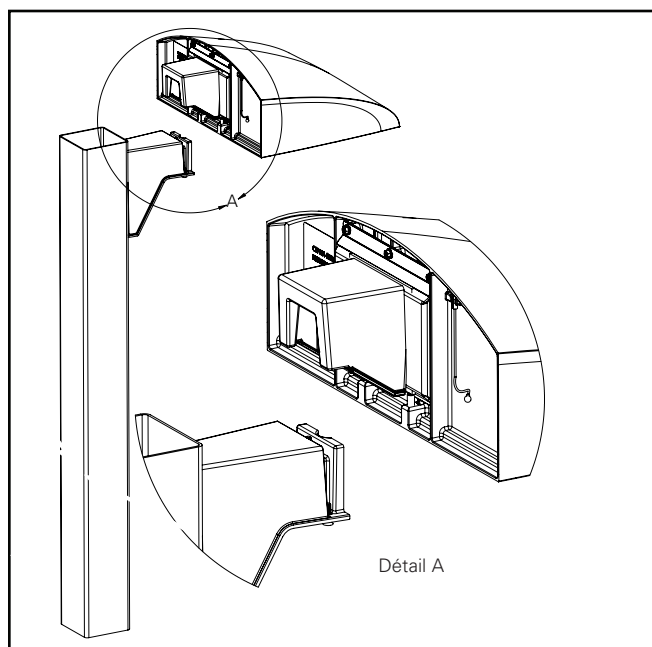

Figure 10.
4. Fixez l'adaptateur à raccord rapide au luminaire puis tirez les fils d'alimentation du luminaire dans le trou central de la plaque d'ancrage. Serrez les deux (2) vis de blocage ¼-20 du luminaire à un couple de 2,6 Nm (20 po-lb). (Figure 10)